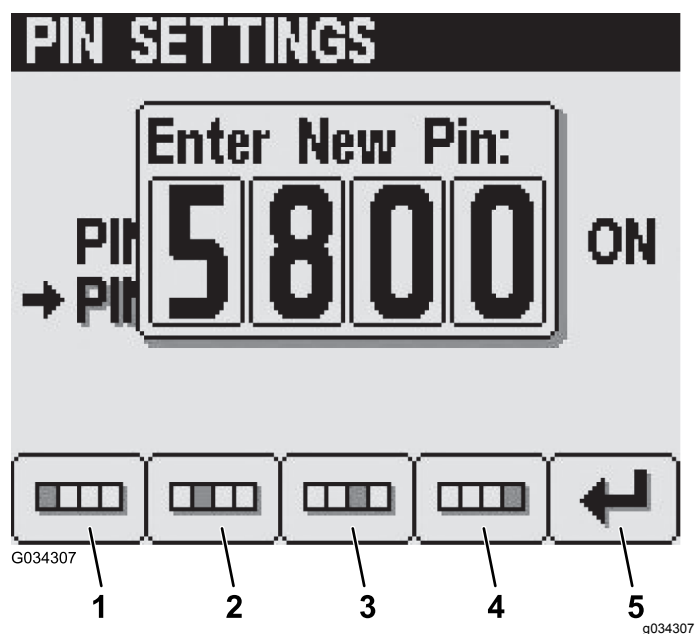

Figure 29
5. Saisissez le nouveau code PIN au moyen des boutons 1 à 4, puis appuyez sur le bouton 5 une fois que vous avez terminé (Figure 29).